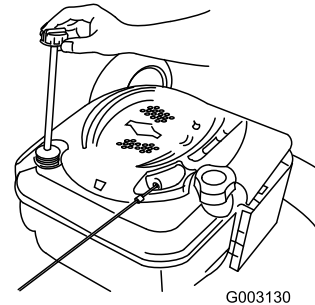

Figura 37
2. Retire la varilla (Figura 37).